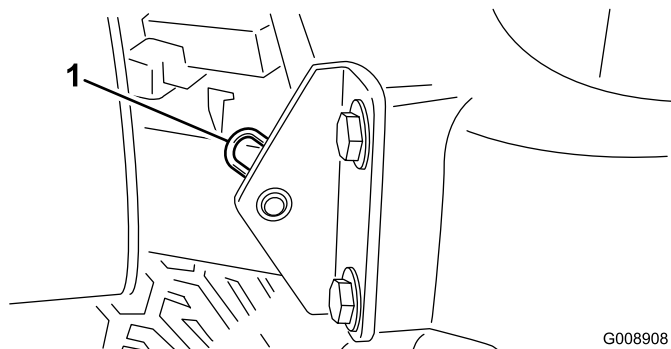

図 29
2. フードのピボット部をブラケットに固定しているヘアピンコッターを抜き取る (図 29)。